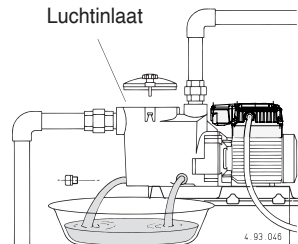

Fig. 4 Aftappen
**Wanneer de pomp voor langere tijd stil staat of als er gevaar is voor vorst, moet de pomp geheel geleegd worden** door de twee aftappluggen met de afdichtingsringen (die weer gebruikt kunnen worden) los te draaien (fig. 4).
Voor demontage het pomphuis aftappen (zie fig. 4 en